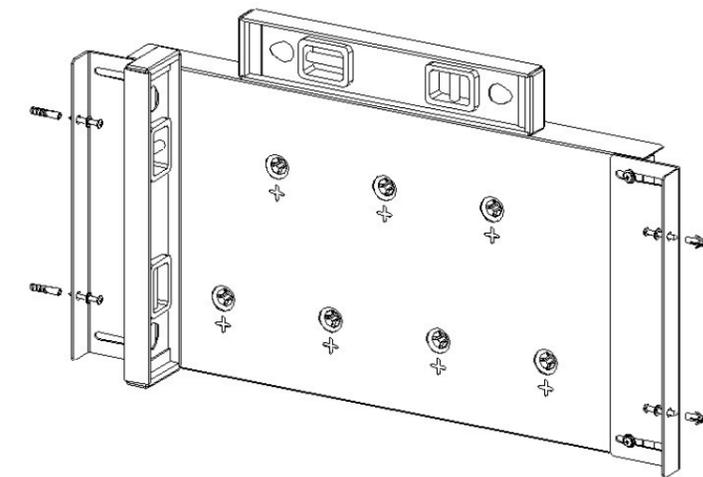

Figura 3
a) Coloque la Estructura Trasera sobre el muro trasero y, con ayuda de un nivel, nivélela marcando el centro de los agujeros en la albañilería. Retire la Estructura Trasera y haga los cuatro agujeros laterales con una broca de widia (concreto) Ø6mm. Luego, coloque los tacos de nailon (incluidos), posicione la Estructura Trasera en el lugar, conecte los cables según el tipo de controlador (utilice cable para alta temperatura), nivelando la Estructura Trasera y fijándola con los tornillos y arandelas, según la Figura 3. Tenga cuidado de no dañar el cableado eléctrico durante la instalación.